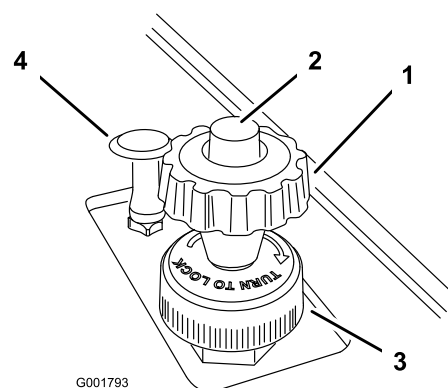

Figure 23
que vous sentiez qu'il touche la pédale d'accélérateur puis relâchez le bouton (Figure 23).
4. Une fois le réglage effectué, vous pouvez bloquer le bouton en tournant la roue de blocage au bas du limiteur de vitesse dans le sens horaire jusqu'à la butée (Figure 23). Pour débloquer le bouton, tournez la roue dans le sens anti-horaire jusqu'à ce qu'il puisse bouger.